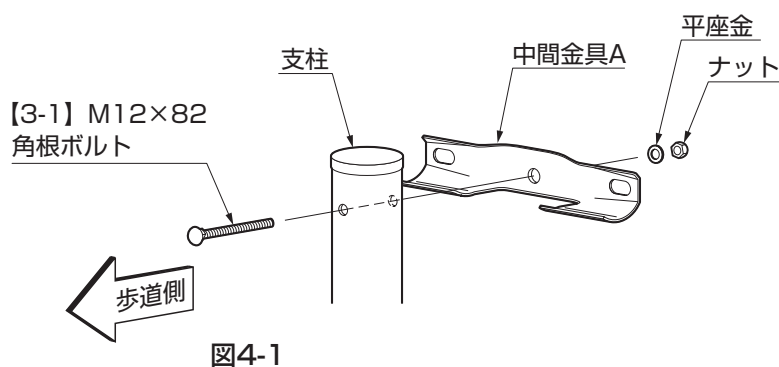

図4-1
①中間金具Aを支柱に【3-1】で固定してください。(図4-1)